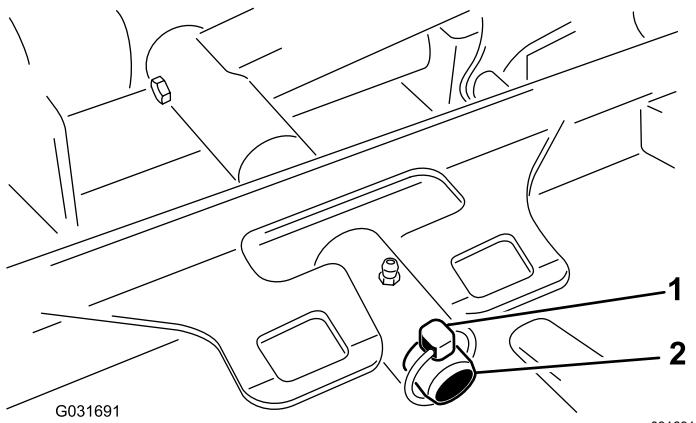

Рисунок 62
- Извлеките шплинт, который крепит несущую раму деки к оси поворота подъемного рычага (Рисунок 62).
- Наденьте несущую раму деки на ось поворота подъемного рычага и закрепите ее при помощи шплинта с кольцом (Рисунок 62).